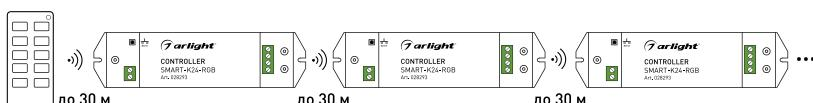

Рисунок 2. Ретрансляция сигнала от пульта ДУ.
- 3.7. Все контроллеры автоматически ретранслируют сигнал от пульта ДУ или панели управления [рисунок 2]. Расстояние между устройствами на открытом пространстве может достигать 30 м.